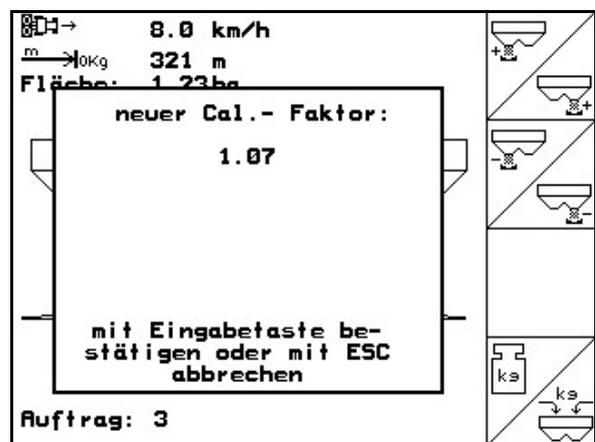

Fig. 25
- Der neue Kalibrierfaktor wird angezeigt (Fig. 25).